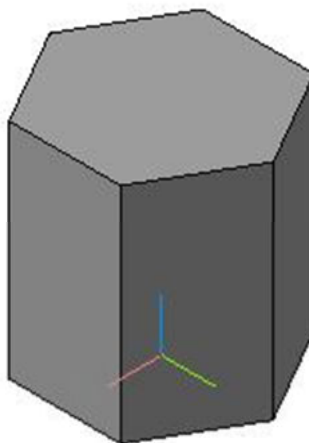

Рис. 10. Шестиугольная призма
- На Инструментальной панели **Вид** выберите команду **Полутоновое, Полутоновое с каркасом** (рис. 10).